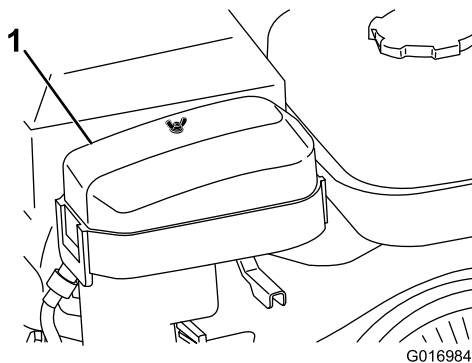

Figura 25
2. Retire las tuercas de orejeta que sujetan la tapa del limpiador de aire al limpiador de aire y retire la tapa (Figura 25).